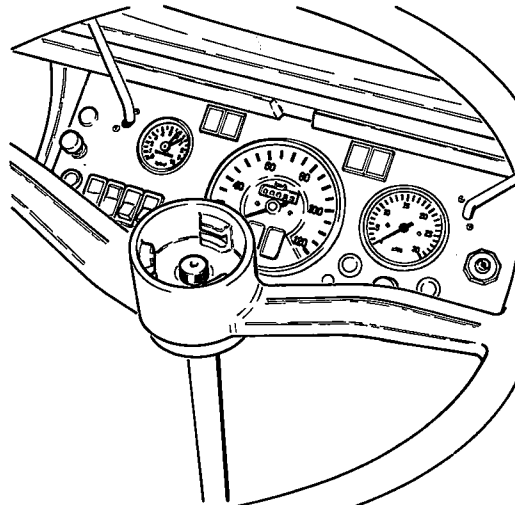

Fig. 2
1. Trek de afdekkap 6 van het stuurwiel 8 (fig. 2).